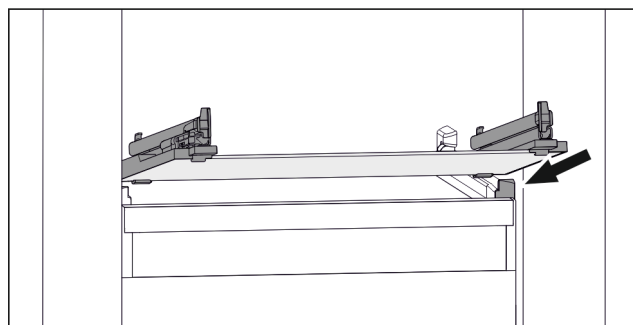

Fig. 103 Příklad zobrazení sklenenej dosky
- Nasadte sklenenú dosku šikmo za zářkami. (pozri Fig. 103)